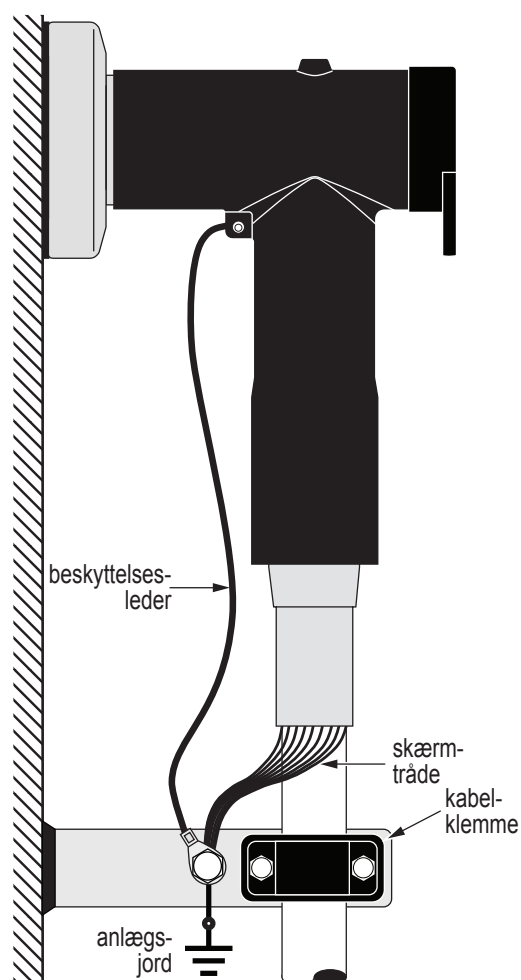

Fig. 21
23) Kablets skærmtråde og stikkets beskyttelsesleder tilsluttes anlægsjord, og kablet fastgøres med klemme efter behov for aflastning, se fig. 21.